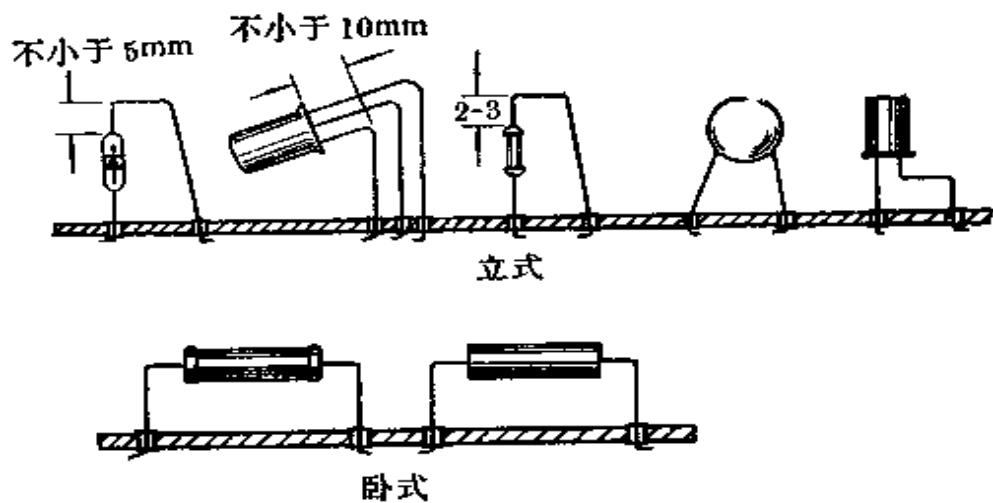

图 4-16
(1) 装磁棒。在小孔 20、21 上装上磁棒支架，并把磁棒和线圈装上。
(2) 装可变电容器 C₁。把单连的轴柄装入孔 25，并在小孔 26、27 中装上固定螺丝。
(3) 装高频阻流圈 GZL。先在孔 24 周围和高频阻流圈磁芯上涂上胶水，再将磁芯嵌入孔内粘牢。
(4) 装耳机插口 CZ。将耳机插口的装配螺帽旋下，对准底板上孔 23 装上，然后在底板背面用原来的螺帽旋上拧紧。
(5) 上述大元件安装完毕后，再将其他元件（偏流电阻 R₁ 除外）插入各有关的孔中。小元件安装方法参见图 4-16。在安装晶体三极管和二极管时，特别注意管脚不要插错。